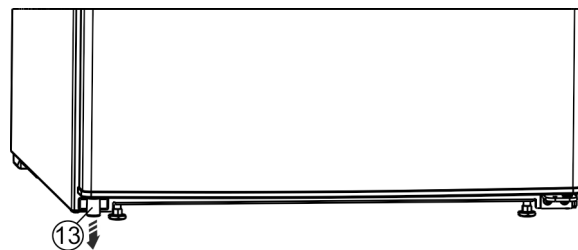

Fig. 13*
- ▶ Vegye ki a bal alsó távtartót Fig. 13 (13) az ajtóból.*